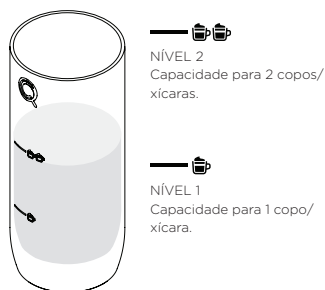

Fig. 19: Colocar leite no recipiente de leite.
- Em seguida, aperte o botão de extração de chá/infusão até os indicadores luminosos dos botões de extração de café expresso, longo e bebida com leite piscarem. Aperte novamente o botão de extração de chá/infusão que começa a piscar e dá início à extração (ver **Fig. 19**). Os indicadores luminosos dos botões de extração de café expresso, longo e bebida com leite se apagam.
- Coloque o leite no recipiente de leite de acordo com quantidade que pretende (ver **Fig. 19**).